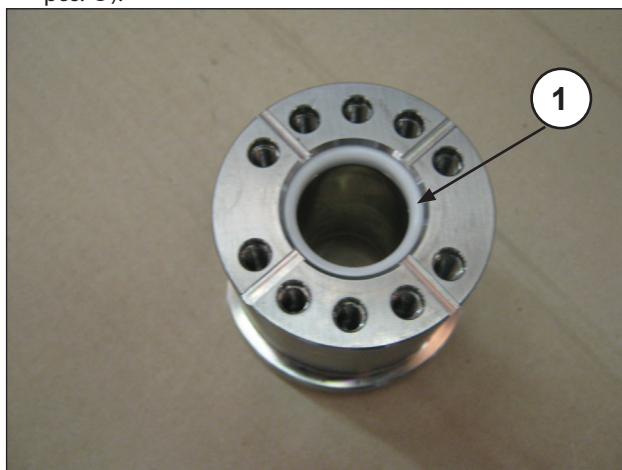

Fig. 131
- Inserire guarnizione di tenuta nella camicia (Fig. 131, pos. ①).